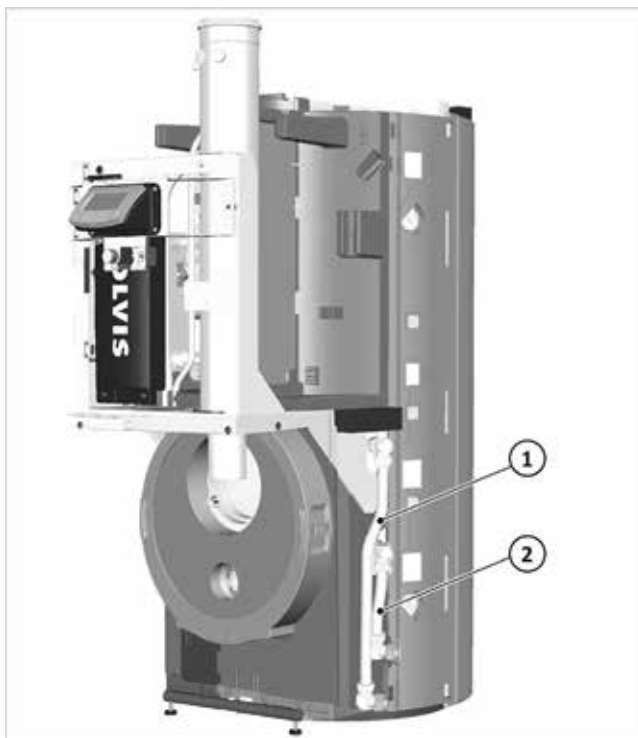

Fig. 35 : raccordement aller de chauffage (1) / retour de chauffage (2) pour station de chauffage externe
1. Démontez les deux angles du raccord de l'aller et du retour de chauffage (cf. ➔ fig. 35, p. 20).